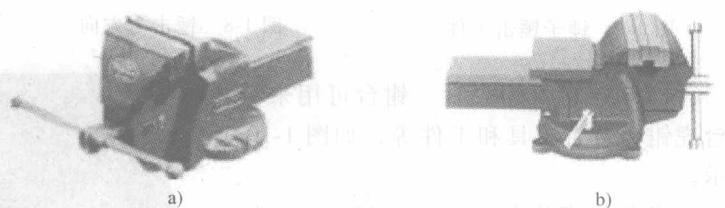

图 1-5 台虎钳
(1) 台虎钳 台虎钳是用来装夹工件的通用夹具，常用的有固定式和回转式两种，如图 1-5 所示。